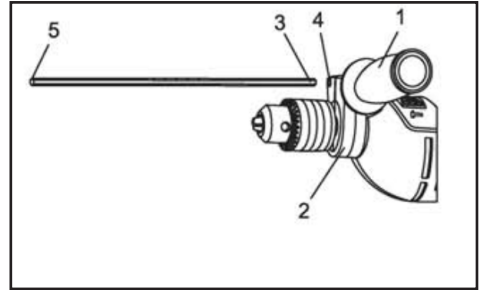

Fig.8
1. Gire el mango auxiliar (1) en sentido anti-horario para abrir el collar de montaje (2) (Fig.8)
2. Inserte la varilla hexagonal de profundidad (3) en el agujero correspondiente del collar de montaje del la mango auxiliar (4).
3. Posicione la profundidad de modo que la punta (5) contacte con la pieza de trabajo cuando la broca alcance la profundidad apropiada.